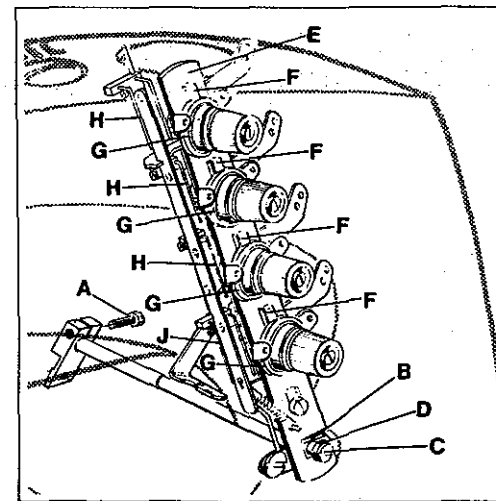

Fig.49
5.1 Loosen screw (A, Fig. 49) in the tension release lever on the back of the machine and set lever (B) of tension release lever shaft horizontal. Retighten screw (A).
5.2 Loosen screw (C, Fig. 49) and set the tension disc separator (E) by turning eccentric (D) so that the separators (F) are as close as possible to the tension discs (G) without touching them. Retighten screw (C). The tension discs must open as soon as the cutting process starts. The tension disc separator should move freely between the tension discs without binding.
5.1 Lösen Sie die Schraube (A, Fig. 49) im Spannungsauslösehebel auf der Rückseite der Maschine und stellen Hebel (B) der Auslösestange für Fadenspannung ziehen Sie die Schraube (A) wieder an.
5.2 Lösen Sie die Schraube (C, Fig. 49) und Spannungsscheibentrenner (E) durch Drehen (D) so, daß die Öffner (F) so dicht wie möglich an den Fadenspannungsscheiben (G) stehen, ohne sie zu berühren. Ziehen Sie die Schraube (C) wieder an. Die Spannungsscheiben müssen bei Beginn des Schneidens sofort öffnen. Der Spannungsscheibentrenner muß sich frei zwischen den Fadenspannungsscheiben (G) bewegen.
5.3 The thread pull-off hooks (H, Fig. 49) for the needle threads control the length of the needle thread tails on garment after trimming. The higher the hooks are set, the shorter the needle thread tails will be.
Set the thread pull-off hook (J, Fig. 49) for the looper thread so that the thread is clamped securely when trimmed.
5.3 Die Fadenabzugshaken (H, Fig. 49) für die Nadelfäden regeln die Länge der Nadelfadenenden am Nähgut nach dem Abschneiden. Je höher die Haken gestellt werden umso kürzer werden die Nadelfadenenden.
Stellen Sie den Fadenabzugshaken (J, Fig. 49) für den Greiferfaden so, daß der Faden beim Abschneiden sicher festgeklemmt wird.